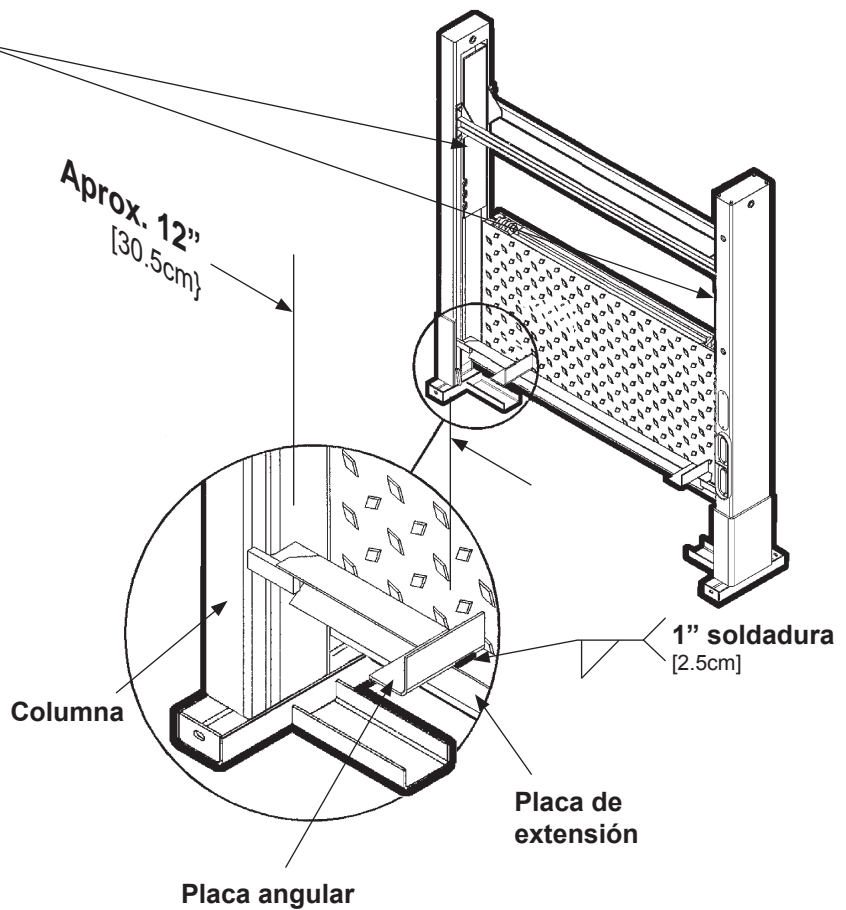

FIG. 2-1
1. Suelde 2 piezas de placa angular 10" x 2" a la superficie de la placa de extensión cerca de la columna izquierda como se muestra en la **FIG. 2-1** y de la misma manera cerca de la columna derecha. La placa angular ayuda a mantener la placa de extensión a ras con la parte superior de la cama del vehículo durante la instalación del elevador.